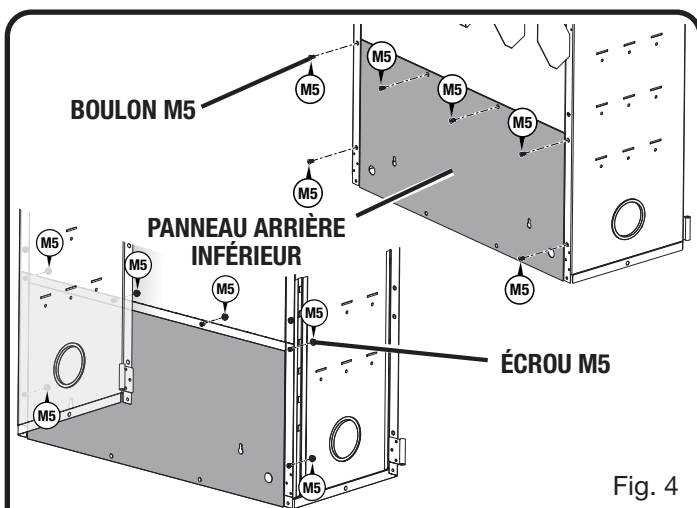

Fig. 4
- Glisser le panneau arrière inférieur vers le haut, entre les panneaux latéraux, jusqu'à ce que le bord supérieur se place derrière le rebord du panneau arrière supérieur, comme il est illustré à la figure 4.
- Insérer les boulons M5 (6) dans les trous arrière des panneaux, comme il est illustré à la figure 4. Fixer à l'aide des écrous M5 (6).